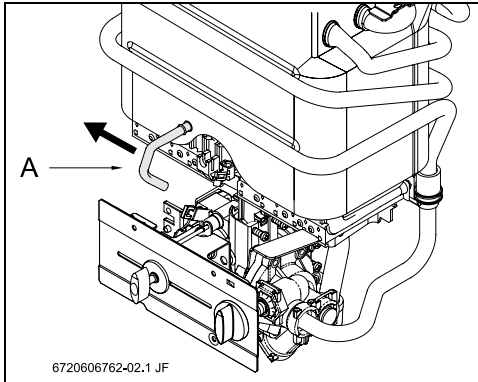

Рис. 1
- Отсоединить запальник от основной горелки (Рис. 1, [A]).